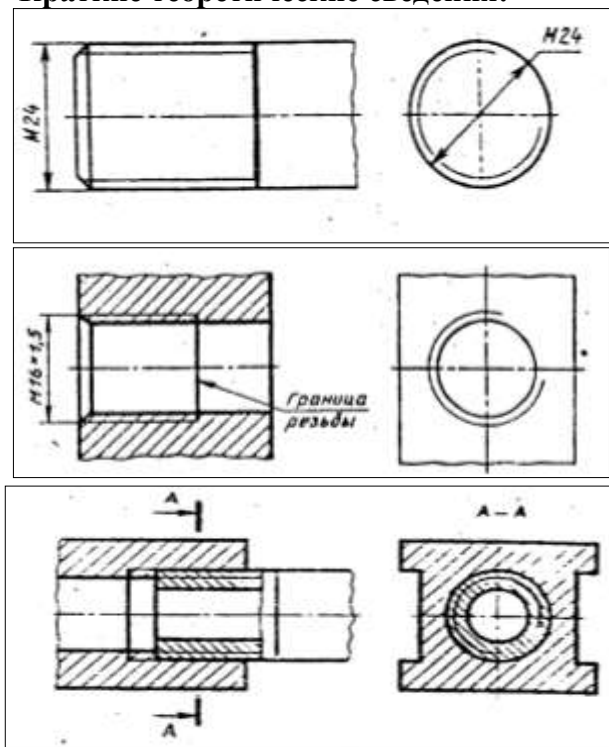

Рис.68 Обозначение резьбы на чертеже
На чертежах резьбовых соединений в том месте, где диаметры совпадают, изображение резьбы выполняют по стержню, так как в разрезе стержень расположен ближе к наблюдателю и закрывает отверстие (рис.68 в).
б Резьба может быть расположена на поверхности стержня или отверстия. Согласно ГОСТ 2.311-68 резьбу на стержне изображают сплошными основными линиями по наружному диаметру и сплошными тонкими линиями по внутреннему диаметру резьбы (рис. 68,а). Резьбу в отверстии в продольном разрезе изображают сплошными тонкими линиями по наружному диаметру и сплошными основными линиями по внутреннему диаметру (рис. 68,б). Границу резьбы показывают сплошной основной линией, доводя ее до наружного диаметра резьбы.
3. Начертить резьбовое соединение двух деталей. Пример выполнения дан на рис. 68.